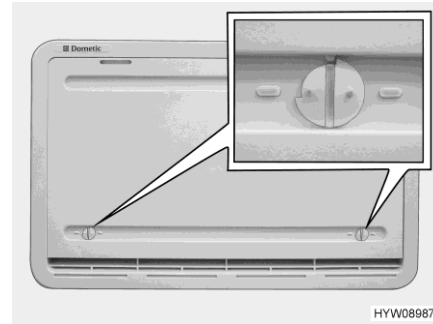

Fig. 196 Cubierta de invierno (rejilla de ventilación del frigorífico)
La cubierta de invierno (Fig. 196) protege el grupo de refrigeración de aire frío. Colocar cubiertas de invierno delante de ambas rejillas de ventilación del frigorífico si la temperatura exterior cae por debajo de +10 °C (tanto en caso de funcionamiento a gas como en caso de funcionamiento con electricidad).
- Abrir ambos bloqueos (Fig. 196) (la ranura está en posición horizontal).